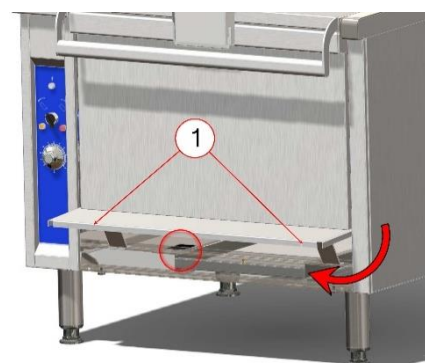

Fig. 3
- Dévisser les deux vis à tête moletée sous la face avant de l'appareil (Fig. 3 – Rep. 1).